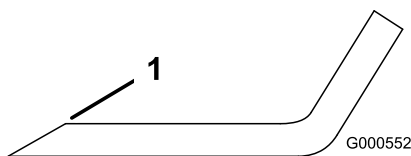

Figure 57
1. Au moyen d'une lime, aiguisiez les tranchants aux deux extrémités de la lame (Figure 57).
Remarque: Si la lame est déséquilibrée, limez un peu l'extrémité de l'ailette seulement (Figure 57).